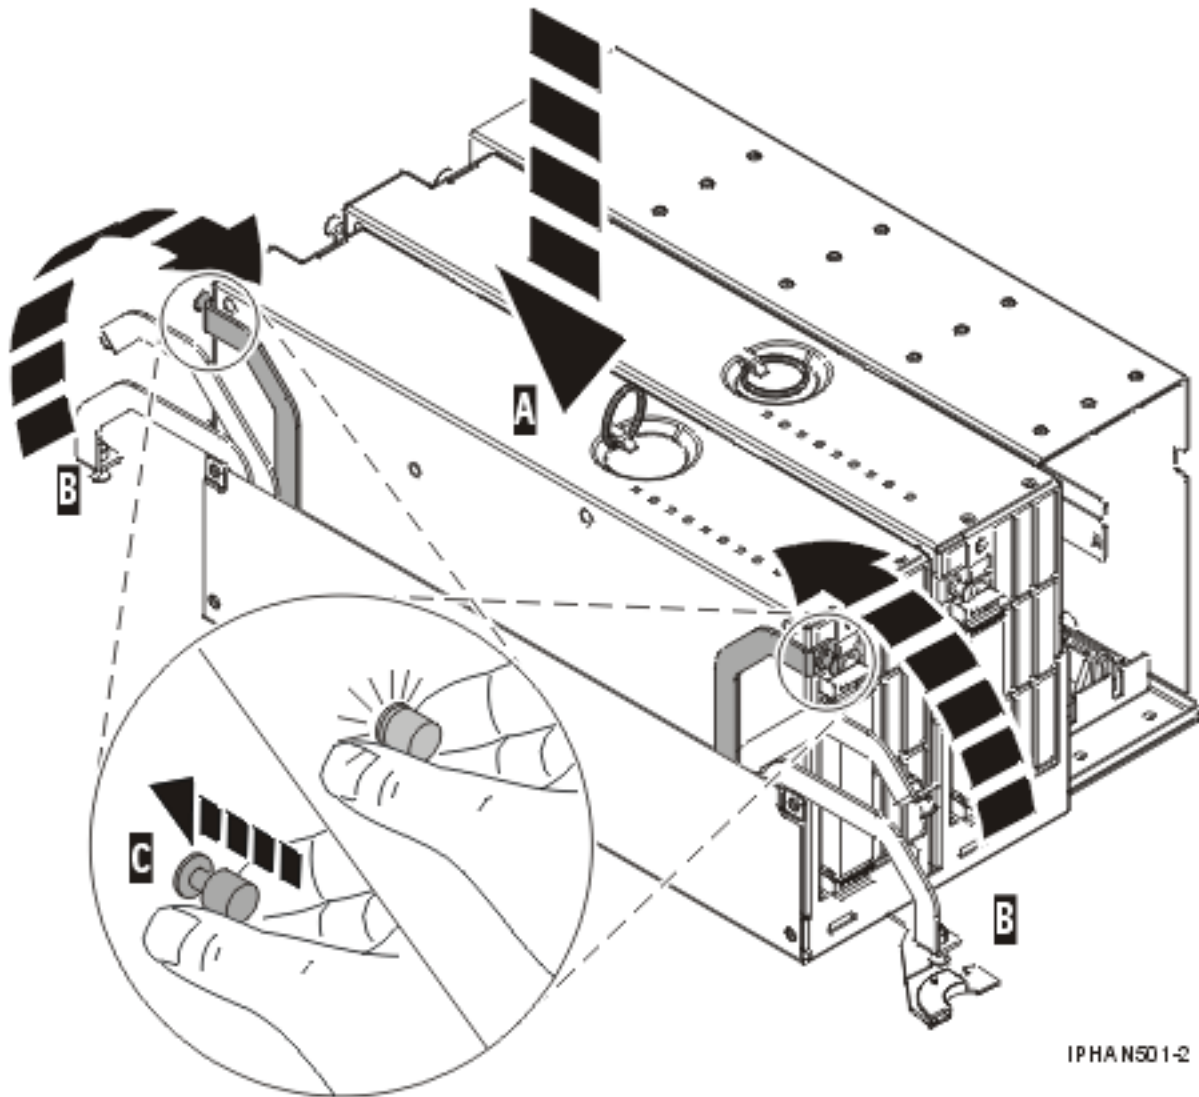

Figure 3. Remplacement du fond de panier d'un modèle 34E/MA17M/MA
1. Comme indiqué dans la figure 3, à la page 8, insérez le bloc processeur système dans le fond de panier système **(A)**, en utilisant les informations d'emplacement que vous avez notées lors de la procédure de retrait du bloc processeur.